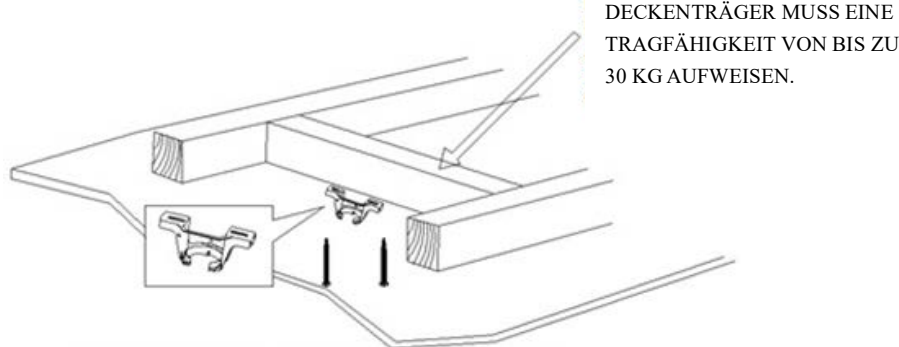

Abb. 2
- Fixieren Sie mithilfe der zwei mitgelieferten langen Schrauben die Halterung mit dem Baldachin an einem Deckenbalken oder einem Deckenträger, der mindestens eine Last von 30 kg tragen kann. Stellen Sie sicher, dass mindestens 30 mm der Schraube in die Halterung eingeschraubt sind. (Abb. 2)